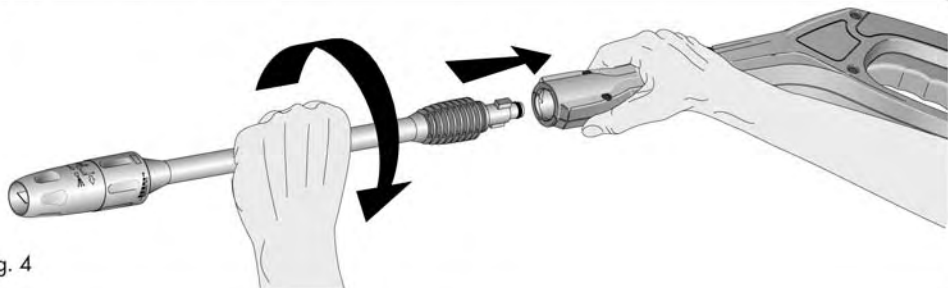

Fig. 4
6. Insert the required wand into the gun's quick connect coupling by pushing firmly and twisting wand 1/4 of a turn to lock into place. (Fig. 4)
6. Introduzcan el tubo en la unión rápida empujando energicamente y luego girando el tubo de 1/4 de vuelta para bloquearlo en su lugar.(Fig. 4)